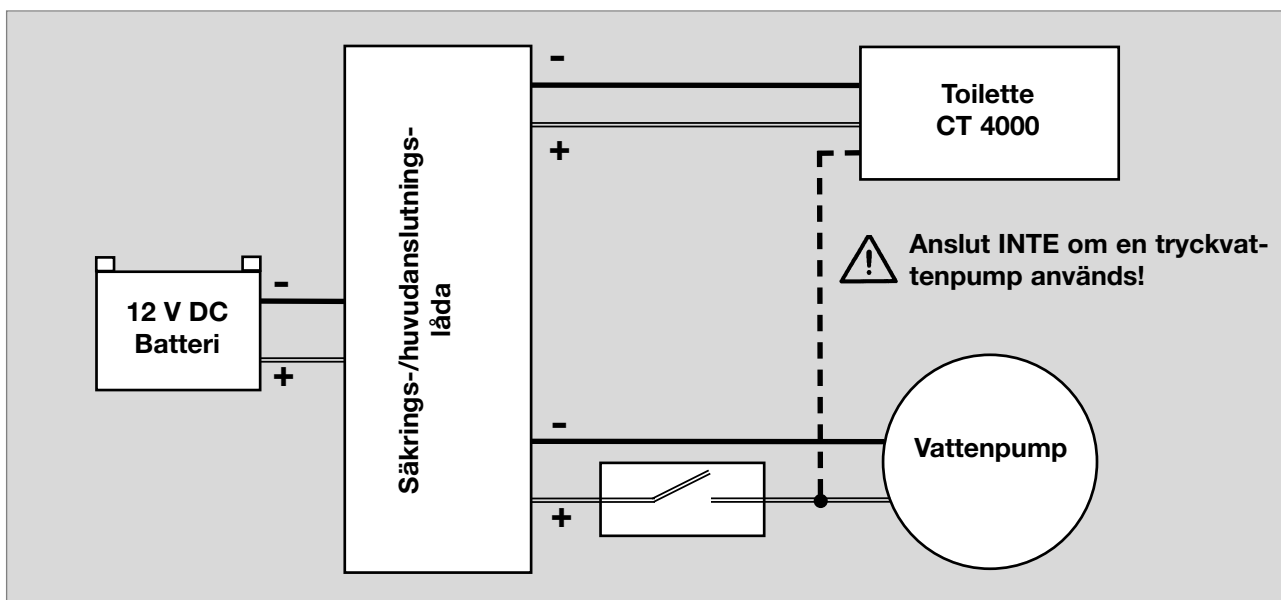

Fig. 30
- Anslut toaletten till en egen spänningsförsörjning via fordonets huvudanslutningsblock (fig. 30).